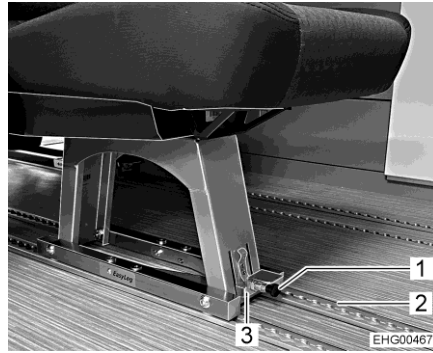

Fig. 3 Siège individuel (bloqué)
- Tirer la poignée noire (Fig. 3,1) vers l'avant.
- Tirer l'étrier métallique (Fig. 3,3) vers le haut.
Le siège individuel/la banquette double peut être déplacé sur le rail (Fig. 3,2) ou soulevé en dehors du rail.